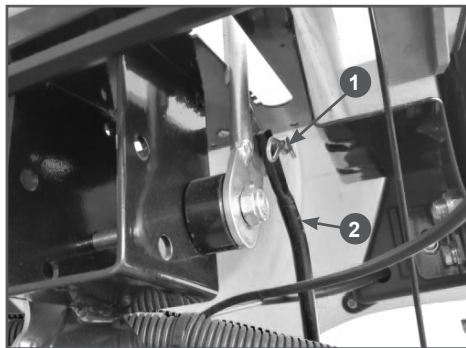

Рис. 6 Подключение тяги к рычагу переключения передач
5. Подключите тягу к рычагу переключения передач. Смажьте ось 1 и отверстие в тяге многоцелевой консистентной смазкой CHAMPION EP-0, установите тягу 2 на ось 1 кронштейна рычага переключения передач и зафиксируйте тягу шплинтом (Рис. 6).